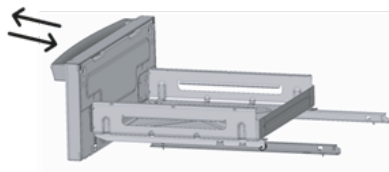

Figura 3
2. Abrir la puerta del cajón y deslizar hacia usted, hasta sentir el tope (figura 3).